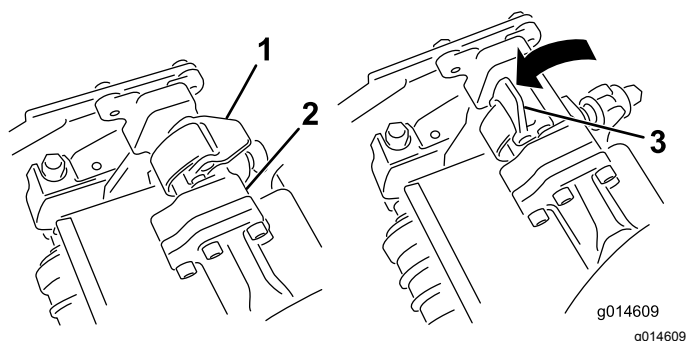
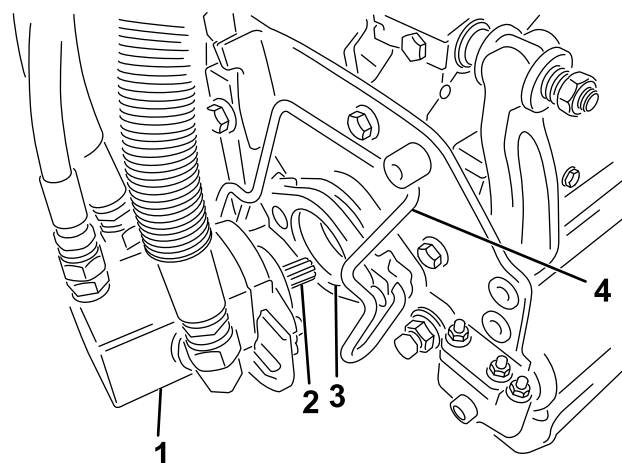

Figure 44
Figure 45
3. Les verrous de la barre de bras de suspension étant orientés en haut (c.-à-d. ouverts) (Figure 44), poussez le bras de suspension vers le bas pour que la barre s'engage sur la barre transversale au sommet de l'unité de coupe (Figure 45).
4. Fermez les verrous autour de la barre de l'unité de coupe et bloquez-les en place (Figure 44).
4. Ouvrez les verrous sur la barre du bras de suspension appartenant à l'unité de coupe que vous voulez déposer (Figure 44).